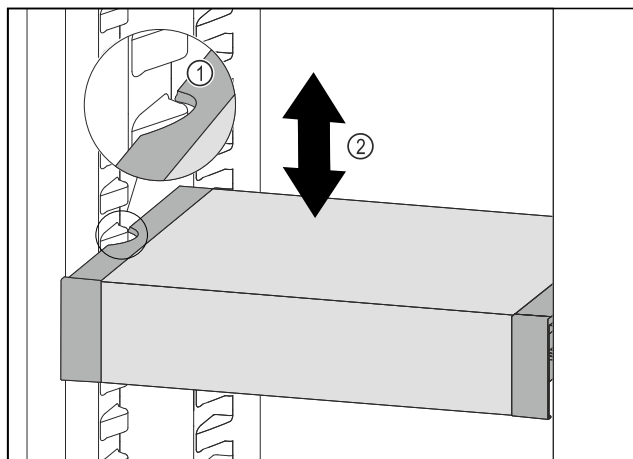

Fig. 110
- VarioSafe naar voren trekken tot de uitsparingen aan de zijkant van de VarioSafe zich ter hoogte van de rib in het koelgedeelte bevinden. Fig. 110 (1)
- VarioSafe in het koelgedeelte omhoog of omlaag bewegen tot de gewenste hoogte is bereikt. Fig. 110 (2)